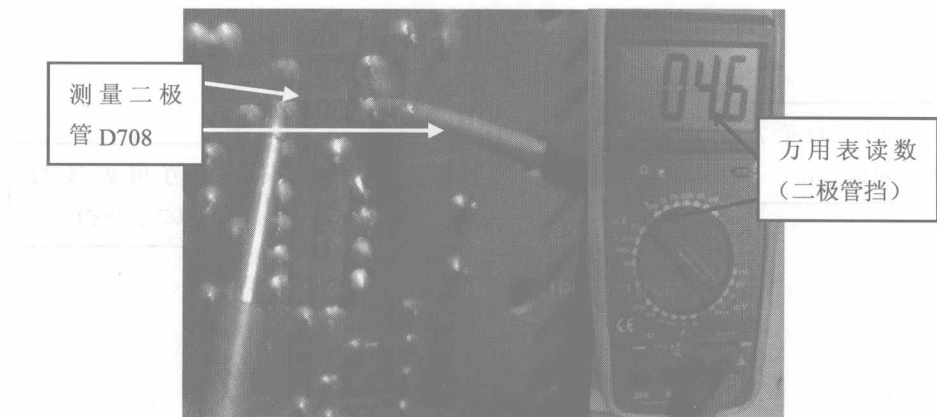

图 1-14
- ⑨ 更换二极管 ZD709, 用万用表的二极管挡检测并联的二极管 D708 和电阻 R715, 测得数值为 46, 数值正常, 如图 1-14 所示。